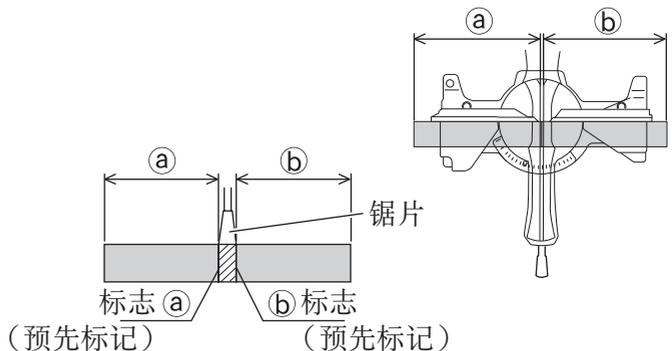

图 18
- (1) 如图 18 所示，锯条的宽度为切割宽度。因此，在需要长度 **b** 时将工件向右侧滑动（从操作员的位置看去），或在需要长度 **a** 时向左侧滑动。